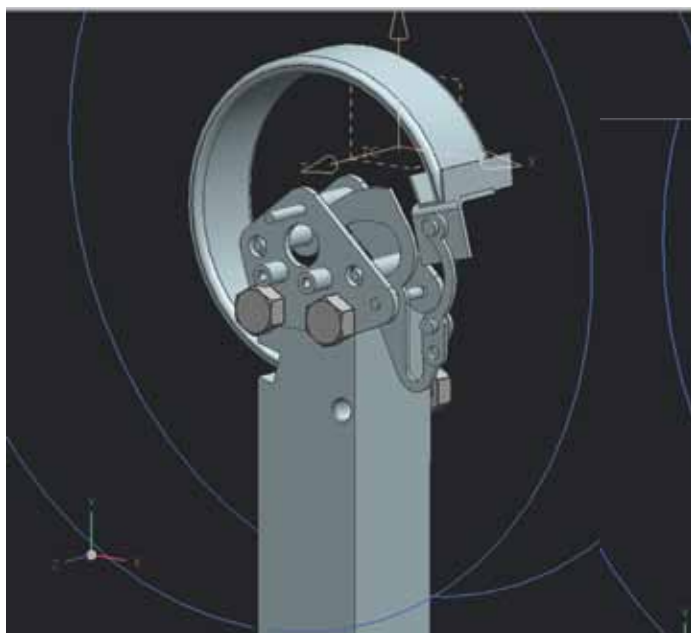
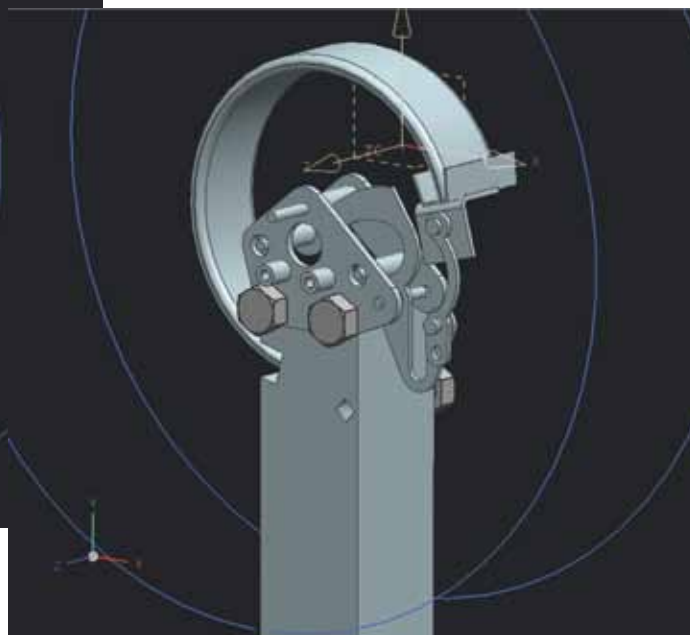

Рисунок 4.28
Рисунок 4.29
- Изменим параметры фасета для детали mount.prt. Для этого откройте сборку mapometer и сделайте компонент mount рабочей деталью. Затем откройте окно «Задать фасетное представление» и выберите команду «Изменить параметры фасетов». Выберите компонент body и нажмите ОК. В открывшемся окне «Изменить параметры фасетов» установите линейный допуск 0.9. Нажмите кнопку «Показать результат». Изображение должно примерно соответствовать рисунку. Установите рабочей деталью mapometer. Теперь для компонента mount ссылочный набор - FACET (рис. 4.28, рис. 4.29). Из рисунков видно, что фасетная геометрия является более «грубой» - отверстие изображается в виде квадрата, однако она загружается и обрабатывается в разы быстрее, чем геометрия твердого тела.